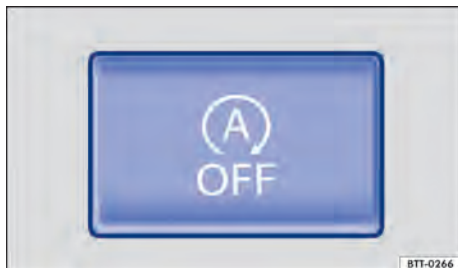

Fig. 121 Na parte inferior do console central: botão do sistema Start-Stop.
- Pressionar o botão  no console central → Fig. 121 para desativar o sistema. Com o sistema Start-Stop desativado, a luz de controle se acende no botão.
- Pressionar mais uma vez o botão  no console central → Fig. 121 para ativar novamente o sistema.